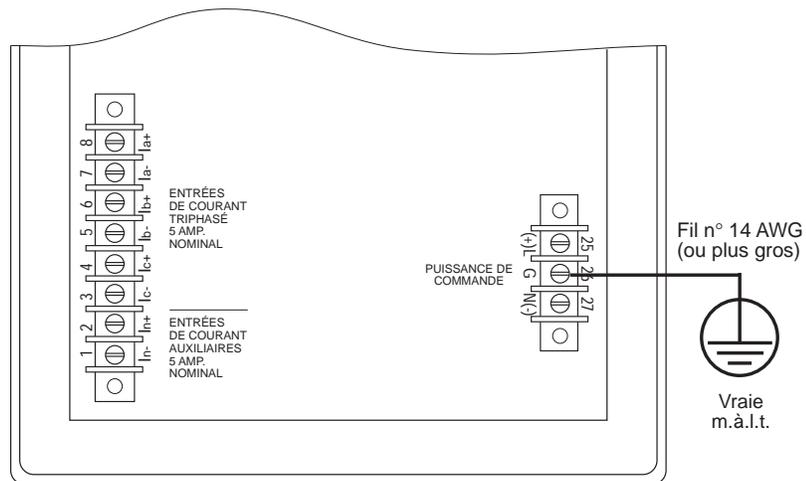

Figure 3-14 : Mise à la terre du moniteur de circuit
1. Raccorder la borne de mise à la terre (borne 26) à une vraie mise à la terre, à l'aide d'un fil n° 14 AWG ou plus grand avec un connecteur à cosse (consulter la figure 3-14).